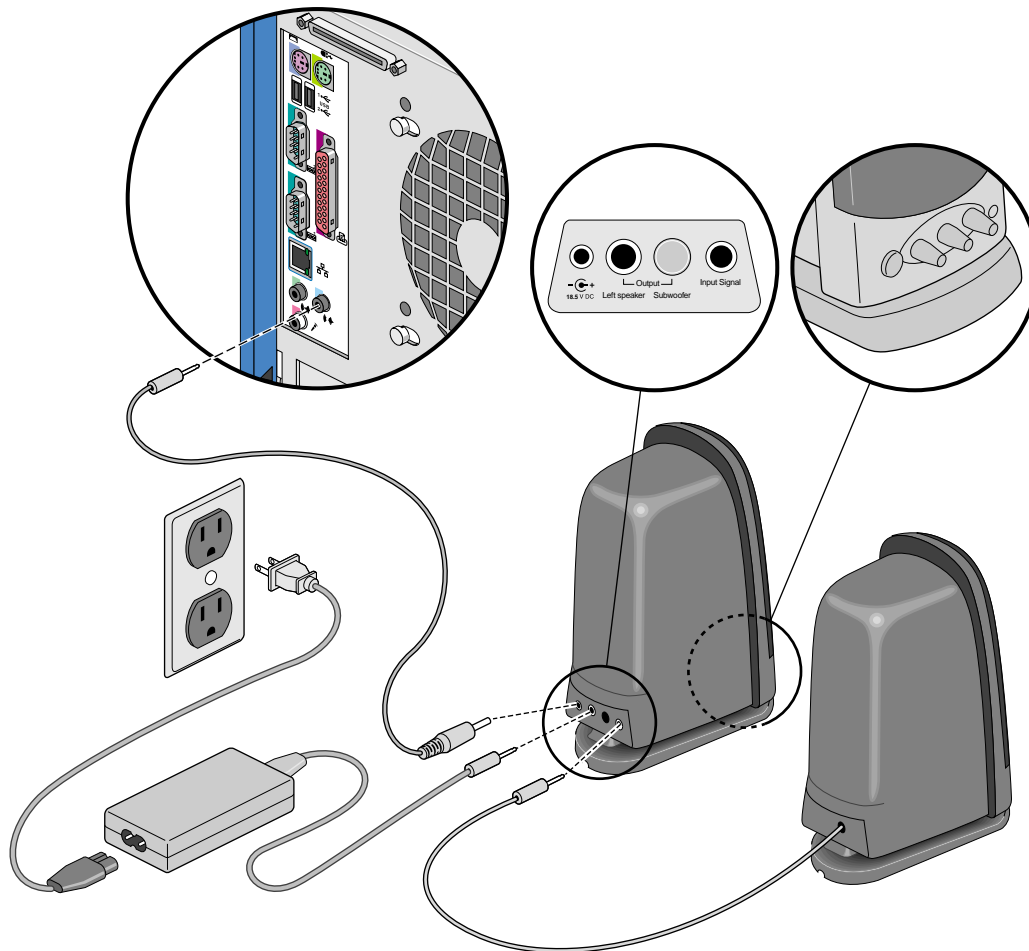

Abbildung 1-9 Anschließen von Lautsprechern
6. Gehen Sie beim Anschließen von Lautsprechern an das System wie im Folgenden erläutert vor. Abbildung 1-9 veranschaulicht das Vorgehen:
- c. Verbinden Sie, wie in Abbildung 1-9 gezeigt, den rechten Lautsprecher mit dem linken Lautsprecher.